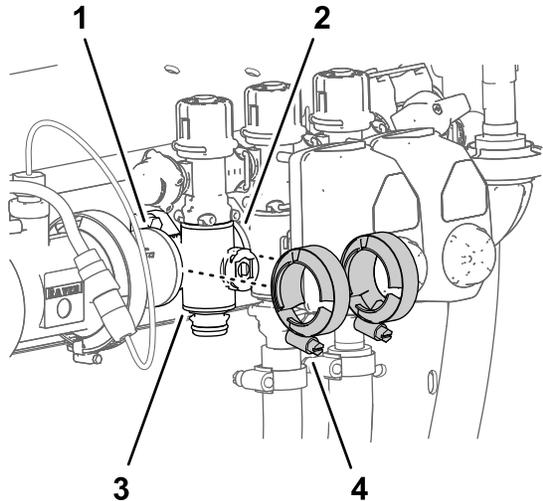

Figura 119
4. Monte sem apertar as braçadeiras da flange que retirou em Remoção da válvula do coletor de secção \(página 85\) nas flanges do coletor da válvula de secção da outra válvula de secção e/ou adaptador de acoplamento (Figura 119).
- Aperte as 2 braçadeiras da flange à mão (Figura 119).